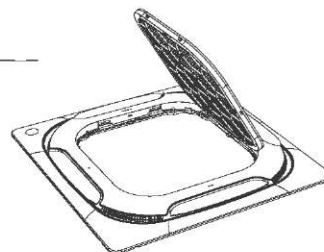

Fig. 5-12
- Levante la rejilla hasta un ángulo de unos 45° y retírela (consulte la fig. 5-12).